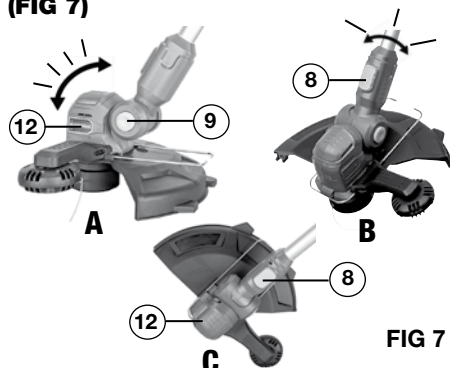

FIG 7
AJUSTE DEL CABEZAL DEL MOTOR (FIG 7)
El cabezal del motor se puede inclinar en cuatro posiciones para mayor comodidad del usuario y para diversas aplicaciones (consulte la FIG 7-A). Para inclinar el cabezal del motor, presione y mantenga presionado el botón de bloqueo de inclinación de la cabeza (9), incline el cabezal a una de las cuatro posiciones opcionales y luego suelte el botón de bloqueo.
El cabezal del motor también se puede girar en tres posiciones para alternar entre las funciones de recorte y bordeado (consulte la FIG 7-B, C). Para girar el cabezal, presione y mantenga presionado el botón de bloqueo de rotación de la cabeza (8), luego gire el cabezal a la posición deseada para su aplicación. La posición central es para recortar (B), mientras que las posiciones izquierda y derecha son para bordear (C).